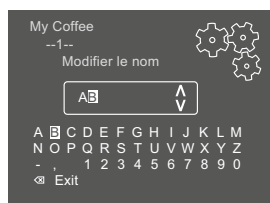

Fig. 19: Modification du nom d'un profil d'utilisateur
5. Sélectionner les différents caractères avec les « touches fléchées » et confirmer chacun avec « menu/ok » (voir Fig. 19).